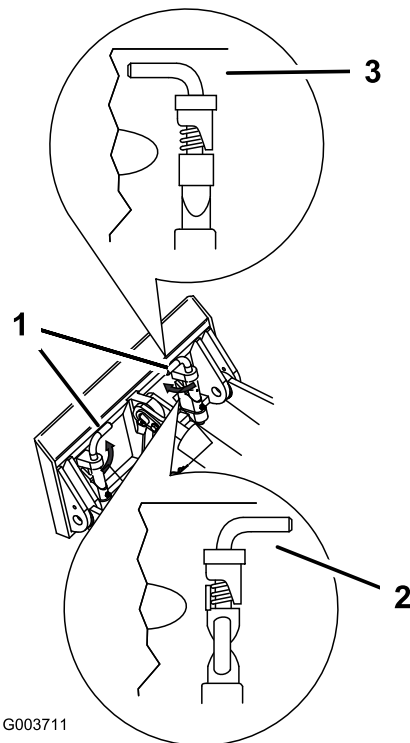

Рисунок 26
7. Закрепите быстроустанавливаемые штифты, убедившись, что они полностью вошли в монтажную пластину (Рисунок 26).